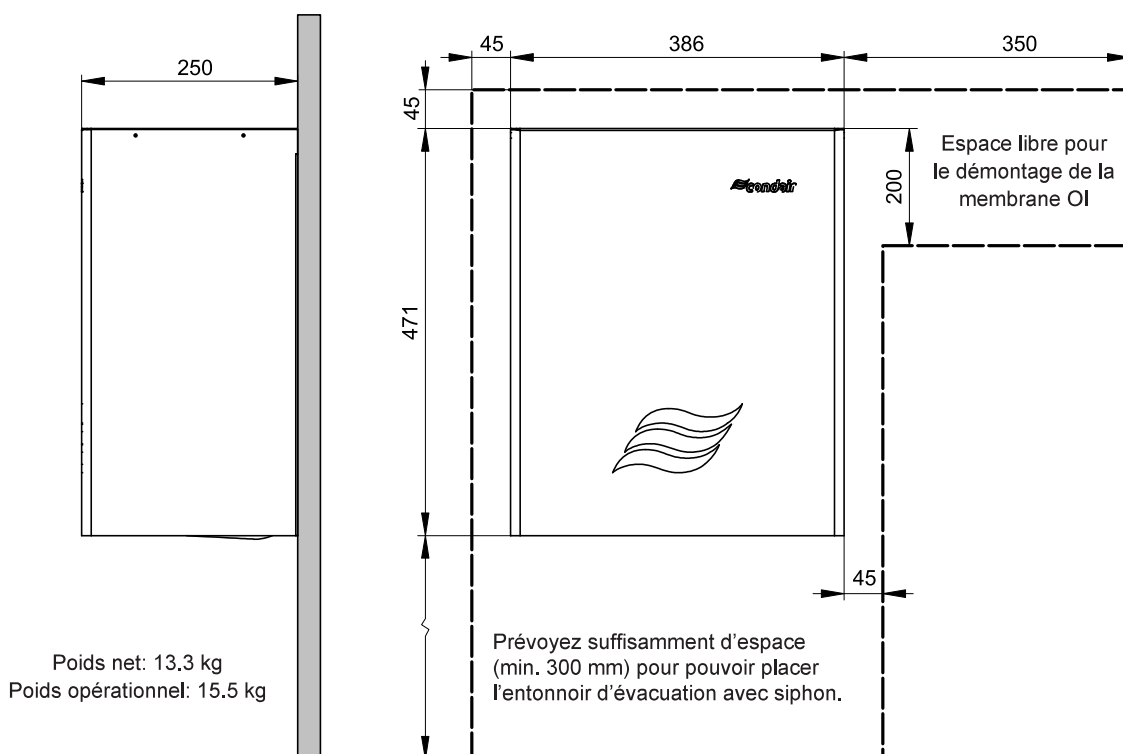
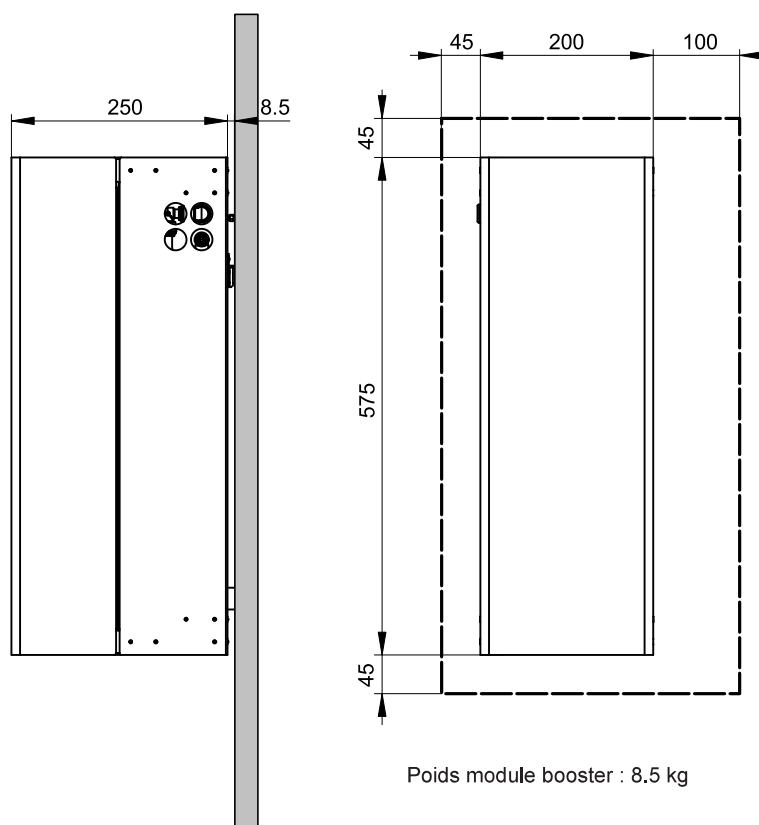

Fig. 9 : Dimensions RO-H (dimensions en mm)
Fig. 11 : Dimensions module booster (dimensions en mm)
- Veillez à disposer d'une surface murale suffisamment grande pour le montage de l'unité d'osmose inverse RO-H, du réservoir de débit et du ou des module booster (voir Fig. 9 à Fig. 14).
Important : Le mur sur lequel les composants du système d'osmose inverse sont montés doit présenter une capacité portante suffisante (voir les indications de poids à la Fig. 9 à Fig. 11) et être adapté à ce genre de fixation.